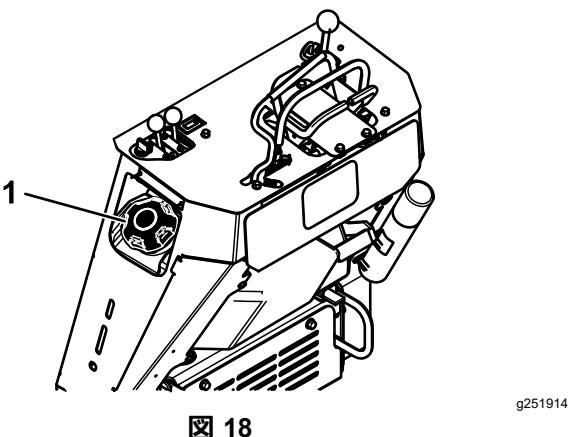

図 18
- 燃料キャップの周囲をきれいに拭いてキャップを外す図 18。